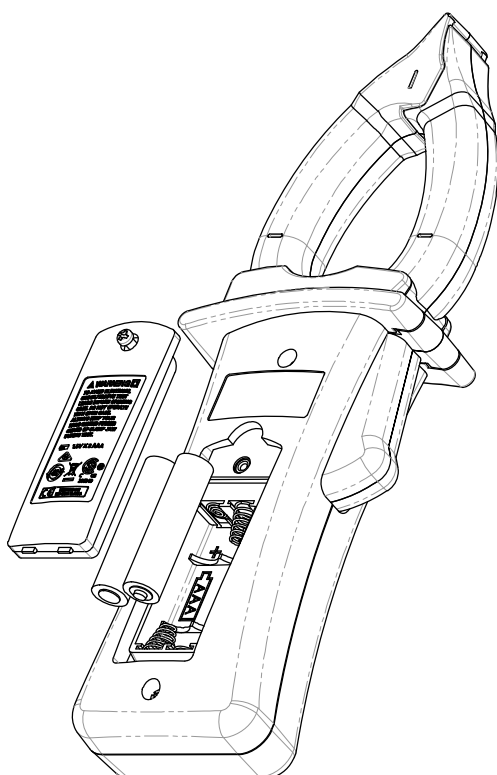

Figure 1-1 Installation des piles
- 1 Ouvrez le compartiment des piles.** A l'aide d'un tournevis cruciforme, desserrez la vis et retirez le capot, comme indiqué dans la Figure 1-1.